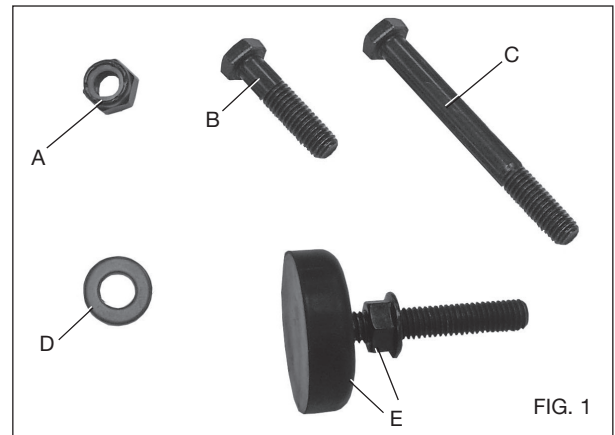
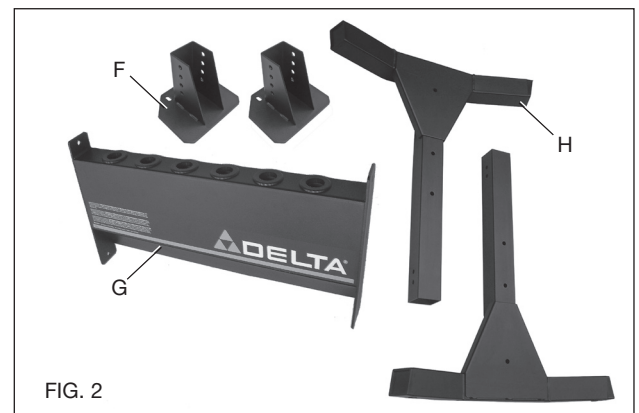
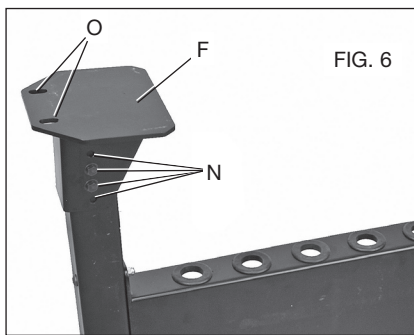

FIG. 1
FIG. 2
FIG. 6
46-462 PARTS (FIG. 1, FIG. 2)
5. Attach lathe stand platform (F) Fig. 6 using two 3/8-16 x 3-1/2" (89 mm) hex head bolts (C) Figure 1, two 3/8 flat washers (D) Fig. 1 and two 3/8-16 nylock nuts (A) Fig. 1.
NOTE: The stand height is adjustable by placing the hex head bolt through two of the four holes (N) in the lathe stand platform (Figure 6). Be sure the holes (O) in platform are facing to outside, away from tool holder as shown. Always use two bolts to attach the platform.
6. To attach, place two washers on two bolts and insert bolts through desired holes (N) Fig. 6. Place second washer on bolts and then tighten with 3/8-16 nylock nuts.
PIÈCES DU 46-462 (Fig. 1, Fig. 2)
5. Rattachez la plateforme (F) du banc de tour, fig. 6, à l'aide de deux boulons à tête hexagonale de 89 mm (3/8-16 x 3-1/2 po) (C), fig. 1, deux rondelles plates de 3/8 (D), fig. 1, et deux écrous nylock de 3/8-16 (A), fig. 1.
REMARQUE : On peut régler la hauteur du banc en plaçant un boulon à tête hexagonale au travers de deux des quatre trous (N) sur la plateforme du banc de tour (figure 6). S'assurer que les trous (O) sur la plateforme sont orientés vers l'extérieur, et non pas vers le porte-outils, comme illustré. Utiliser systématiquement deux boulons pour fixer la plateforme.
6. Pour la rattacher, placez deux rondelles sur deux boulons, puis insérez les boulons dans les trous (N) désirés, fig. 6. Placez une deuxième rondelle sur les boulons puis resserrez avec des écrous nylock de 3/8-16.